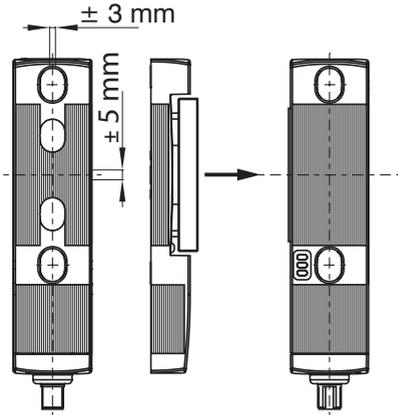

Fig. 1: Disallineamento laterale massimo consentito e direzione effettiva della forza di blocco
- Il dispositivo di interblocco di sicurezza deve essere azionato nella direzione effettiva della forza di blocco (vedi Fig. 1).